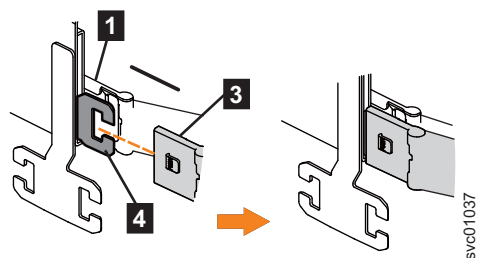

図 46. サポート・レールの内部メンバーへの上部 CMA の内部コネクターの取り付け
3. 73 ページの図 46 に示すように、上部 CMA アセンブリーの内部コンネクター (3) を、左側のサポート・レールの内部メンバー (4) に取り付けます。